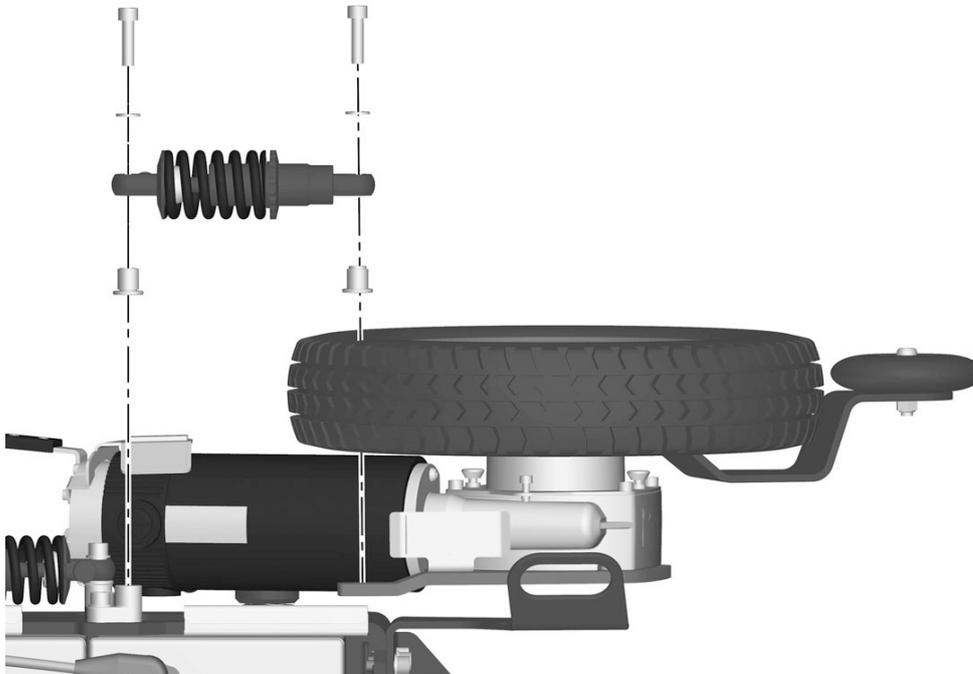

Abbildung 42. Montage/Demontage des vorderen Stoßdämpfers
5. Stoßdämpfer demontieren. Er ist mit zwei Schrauben und Unterlegscheiben befestigt. Siehe Abbildung. 42.
1. Lagerungspunkte (1) des Stoßdämpfers vor der Montage einfetten.
2. Stoßdämpfer mit den zwei Schrauben und zugehörigen Beilagscheiben montieren. Siehe Abbildung. 42.
5. Stoßdämpfer demontieren. Er ist mit zwei Schrauben, Unterlegscheiben und einer Mutter befestigt. Siehe Abbildung. 42 *Montage/Demontage des vorderen Stoßdämpfers*.
2. Stoßdämpfer mit den zwei Schrauben, den zugehörigen Beilagscheiben und Muttern montieren. Siehe Abbildung. 42.